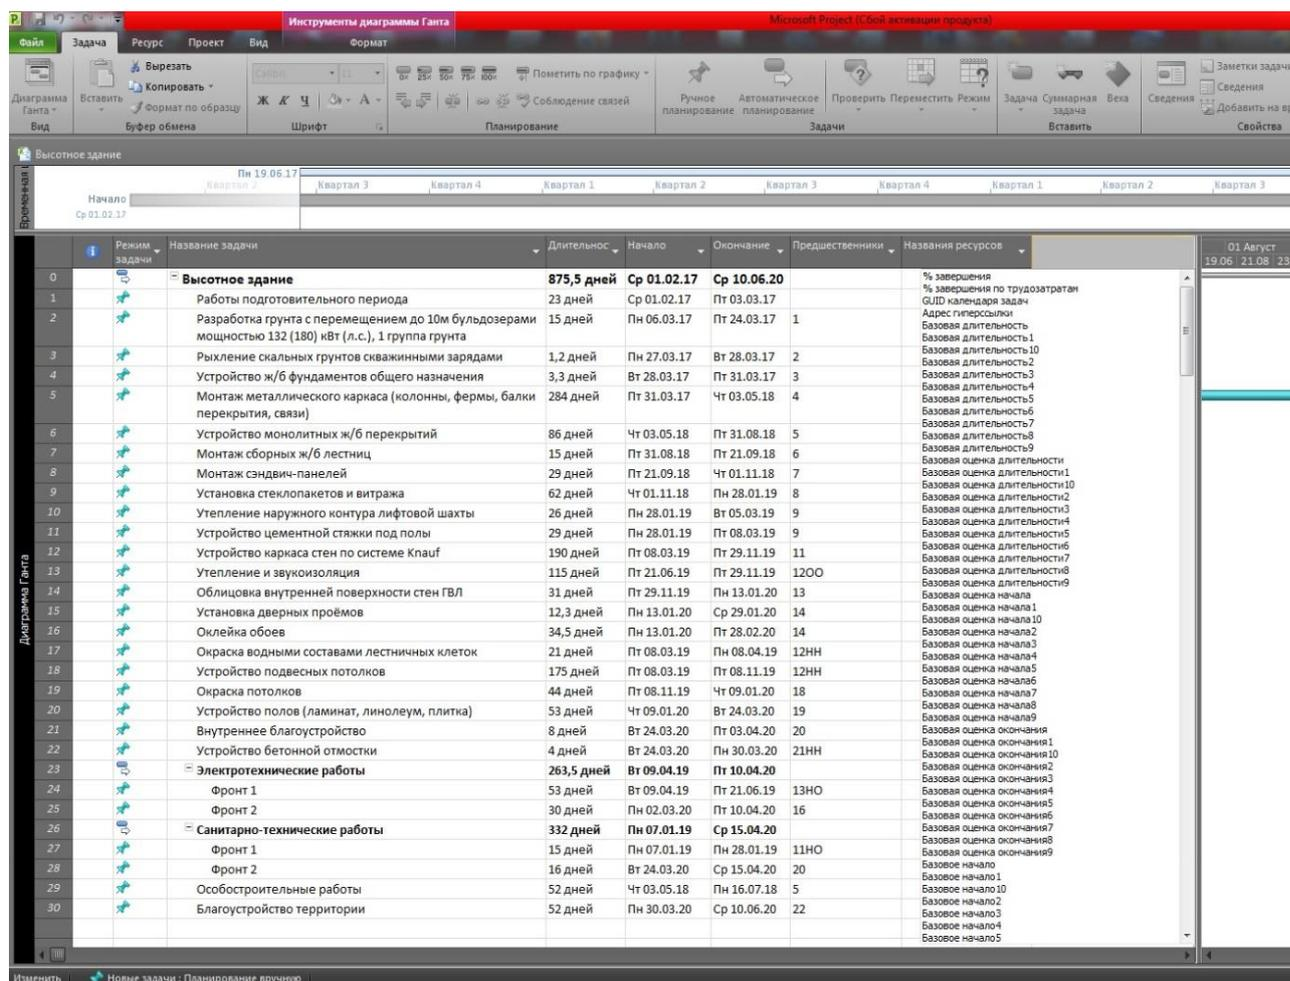

Рис. 15. Создание столбца «Трудозатраты»
- 4) В открывшемся списке выбрать пункт «Трудозатраты» (рис. 15);